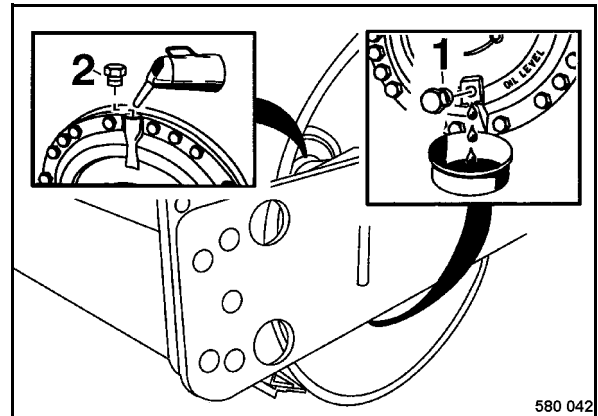

Fig. 131
- Estacionar el rodillo de forma que el tapón de control (1) (Fig. 131) se encuentra en el punto más abajo.
- Desenroscar el tapón de control (1).
- Sacar la clavija de la válvula magnética del freno de estacionamiento (Fig. 131).
- Volver a colocar la clavija de la válvula magnética del freno de estacionamiento (Fig. 131).